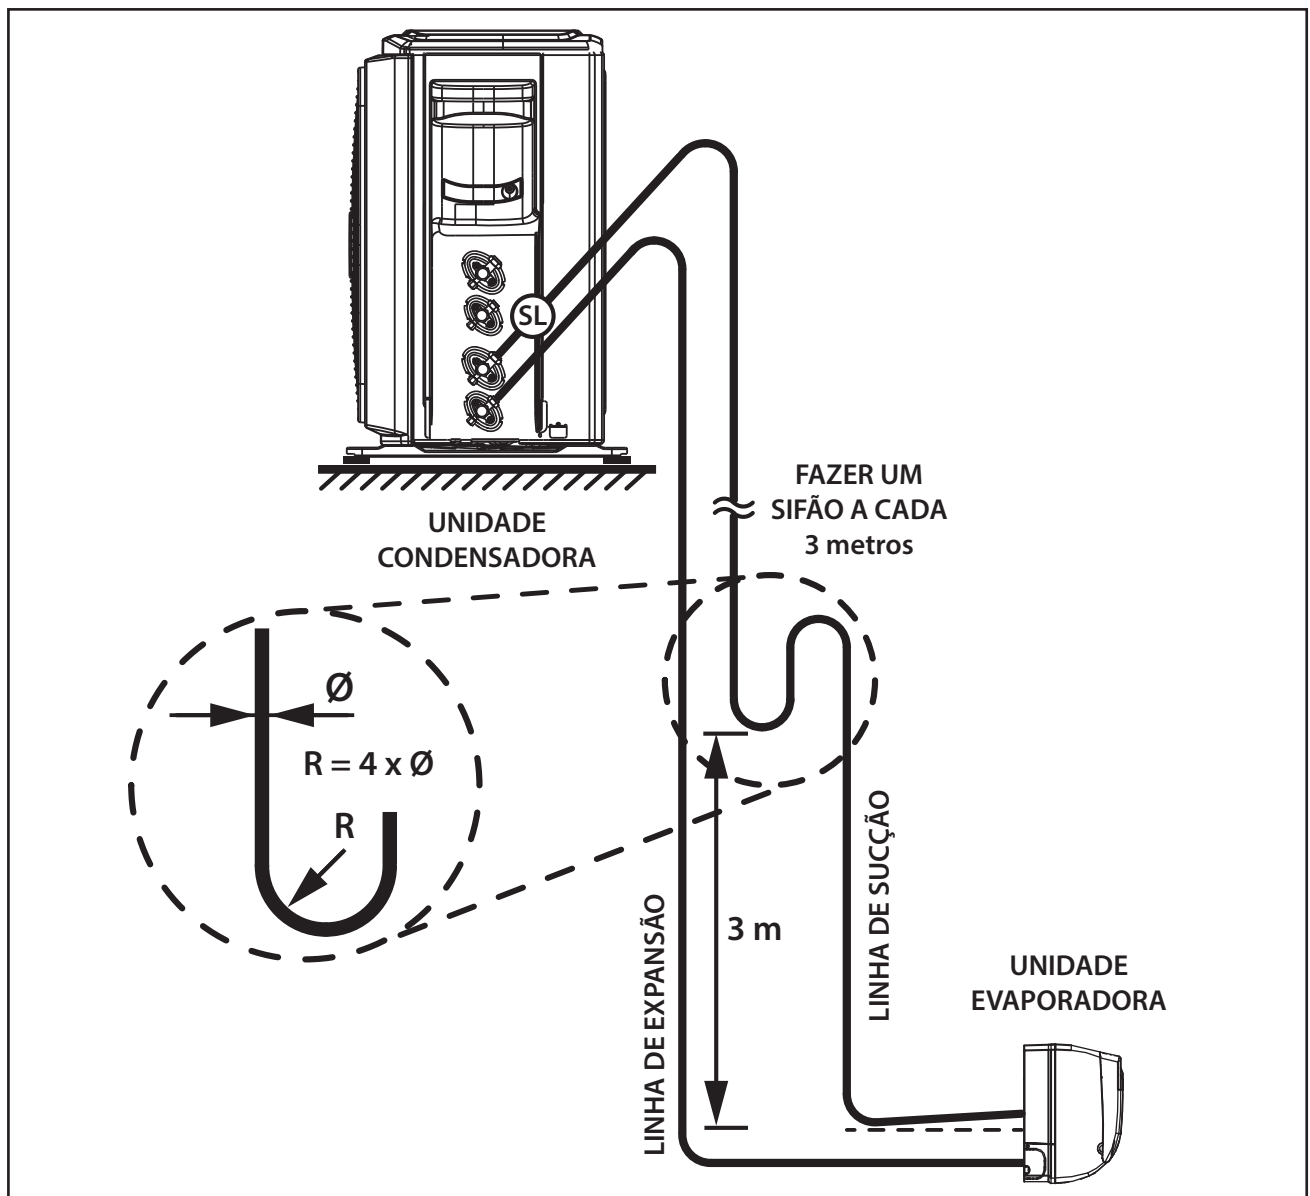

FIG. 17 - LINHAS DE INTERLIGAÇÃO
- Quando a unidade condensadora estiver em um nível superior ao da unidade evaporadora, fazer sifões nas subidas da linha de sucção a **cada 3,0 metros**; considerando desde a saída da evaporadora (Fig. 17).
- Inclinare as linhas horizontais de sucção no sentido do fluxo. (ver Fig. 17).